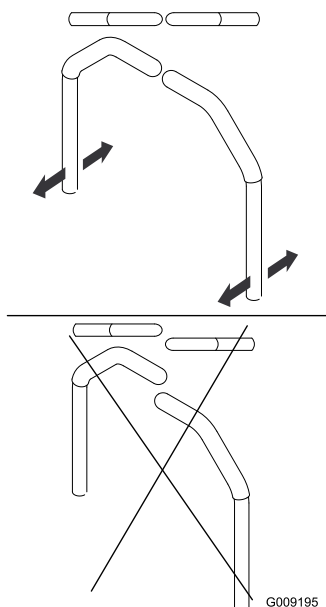

Figure 80
4. Réglez l'alignement avant/arrière des leviers en les plaçant tous deux à la position POINT MORT, puis faites-les coulisser jusqu'à ce qu'ils soient alignés, et serrez les boulons (Figure 80).